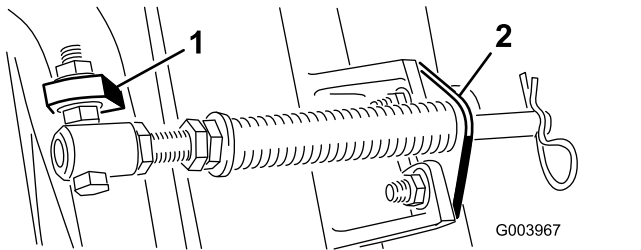
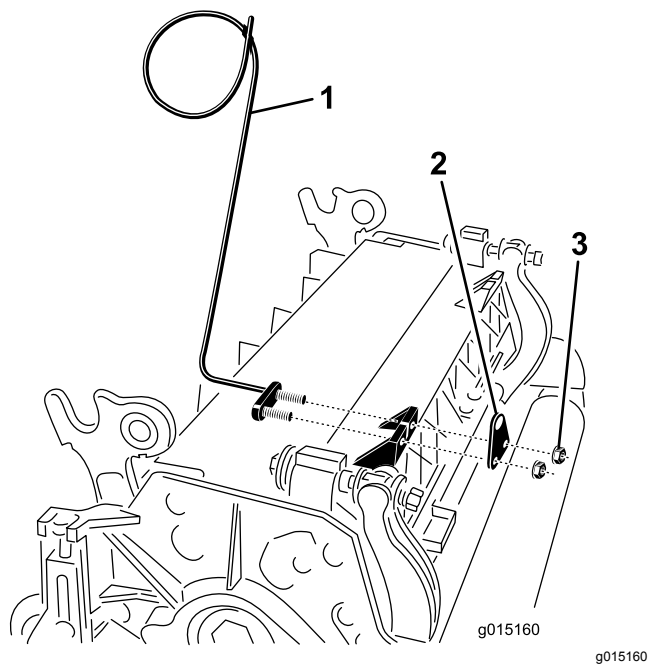

Bild 11
Bild 13
Hinweis: Positionieren Sie den Schraubenkopf zur Außenseite der Nase, wie in **Bild 11** dargestellt.
- E. Montieren Sie die Stangenhalterung mit den Schlossschrauben und Muttern an den Schneideeinheitennasen (**Bild 11**). An der Schneideinheit müssen Sie auch die linke Schlauchführung vorne an den Schneideeinheitennasen befestigen, wenn Sie die Stangenhalterung (**Bild 13**) wieder einbauen.